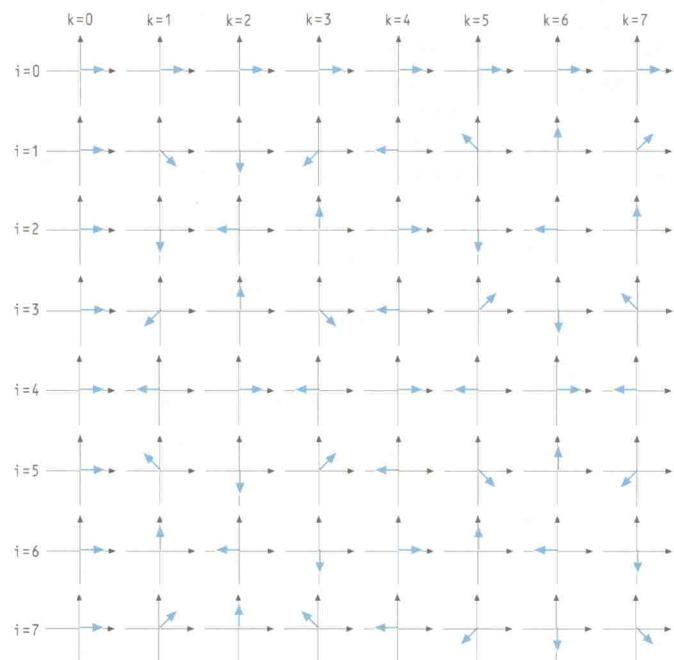

Bild 2. Zeigerdarstellung der komplexen Exponentialfunktion $e^{-j2\pi(i/n)k}$ mit $N=8$ für alle sinnvollen Kombinationen der Parameter i und k .
Die Transformation vom Zeit- in den Frequenzbereich durch Formel (3) läßt sich auch anschaulich deuten. Zunächst betrachten wir die komplexe Exponentialfunktion im rechten Teil der Formel. Diese muß entsprechend der Rechenvorschrift bei fest vorgegebenen Parametern i und N für unterschiedliche Werte des Summationsindex k berechnet werden und hängt nicht vom Signal $x[k]$ ab. Bekanntlich liefert die komplexe Exponentialfunktion jeweils einen Zeiger in der komplexen Zahlen-ebene zurück, dessen Länge immer gleich Eins und dessen Argument (Drehwinkel) gleich dem Argument der komplexen Exponentialfunktion ist. Für den Fall $N = 8$ zeigt Bild 2 die Lage der Zeiger für alle sinnvollen Kombinationen von i und k . Zu einer festen Frequenz (entsprechend einem konstanten i) gehört jeweils eine Zeile des Diagramms. Innerhalb jeder Zeile dreht sich der Zeiger von Bild zu Bild um einen konstanten Winkel weiter. Für $N = 8$ beträgt der Drehwinkel in Zeile $i = 1$ von Bild zu Bild $i \cdot 45$ Grad. Aufgrund des negativen Vorzeichens im Argument der komplexen Exponentialfunktion bezieht sich dieser Winkel auf eine mathematisch negative Drehrichtung, also in Richtung des Uhrzeigersinns. Stellt man auch die Abtastwerte des Signals $x[k]$ durch Zeiger dar,
so bewirkt die Multiplikation mit der komplexen Exponentialfunktion eine Drehung dieser Zeiger. Daher werden die Multiplikationsfaktoren für das Signal in der DFT auch als *Drehfaktoren* bezeichnet. Betrachtet man jetzt nochmals Formel (3), so erkennt man, daß für die Berechnung eines konkreten $X[i]$ jeweils alle Drehfaktoren von Zeile i aus Bild 2 benötigt werden. Diese werden jeweils mit aufeinanderfolgenden Abtastwerten $x[k]$ multipliziert bzw. gewichtet, was grafisch einer Streckung des zugehörigen Zeigers um den Faktor $x[k]$ entspricht. Alle so in ihrer Länge veränderten Zeiger einer Zeile werden nun aufaddiert, also grafisch aneinandergehängt und ergeben als Resultat den komplexen Zeiger $X[i]$. Die Länge dieses Zeigers stellt ein Maß für die Stärke der im Signal $x[k]$ vorhandenen Frequenzkomponenten in der Nähe der zu i gehörenden Frequenz dar. Folgende zwei Beispiele verdeutlichen diese Aussage:
chen Ergebnisse liefert. Aus Gründen der Einfachheit beschränken wir uns hier auf FFTs mit Längen, die als Potenz von 2 geschrieben werden können, also z. B. 64, 128, 256, usw. Prinzipiell sind auch FFTs mit anderen Längen möglich, allerdings basieren diese nicht mehr ausschließlich auf dem hier dargestellten *Radix-2-Algorithmus*. Der Trick bei der FFT besteht darin, Redundanzen bei der Berechnung der DFT zu vermeiden, indem alle notwendigen Multiplikationen mit jedem Drehfaktor nur *einmal* berechnet werden. Einige der angesprochenen Redundanzen lassen sich bereits in Bild 2 erkennen. Beispielsweise erkennt man in der Spalte zu $k = 4$, daß